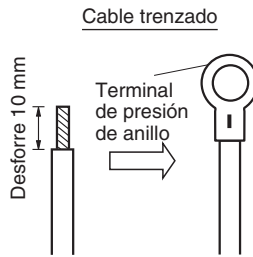
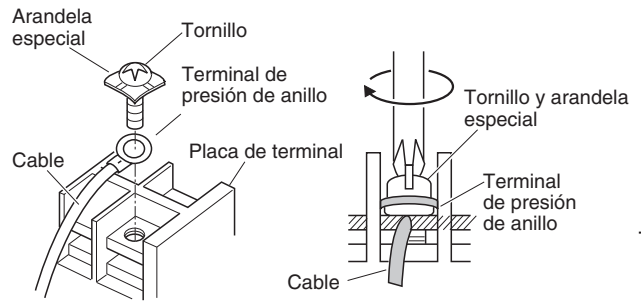

Fig. 4-7
Fig. 4-8
- (1) Corte el extremo del cable con alicates de corte, y desdorre el aislante para exponer el cable trenzado unos 10 mm y retuerza con fuerza los extremos del cable. (Fig. 4-7)
- (2) Utilizando un destornillador de cabeza Phillips, extraiga los tornillos del terminal de la placa de los terminales.
- (3) Utilizando un fijador de conector de anillo o alicates, fije con seguridad cada extremo del cable trenzado con un terminal de presión de anillo.
- (4) Coloque el terminal de presión de anillo y vuelva a colocar y apretar el tornillo del terminal extraído con ayuda de un destornillador. (Fig. 4-8)